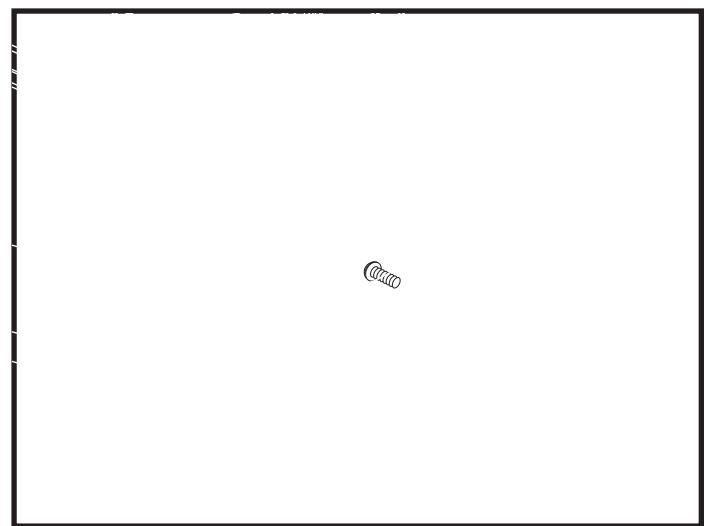

Abb. 10. Einstellung der Fußbrett
**Siehe Abb. 10.**
2. Drehen Sie die Schraube, um die Vorderkante des Fußbretts zu heben oder senken. **Siehe Abb. 10.**